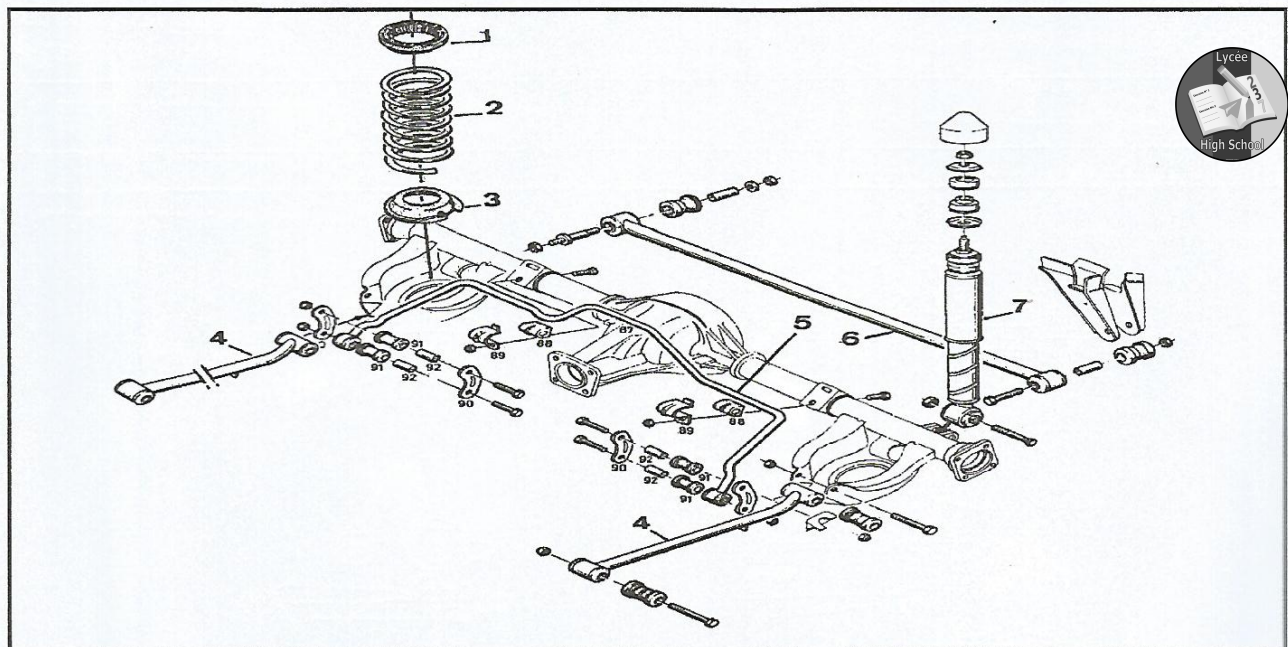

Figure 4 : Les principaux organes d'une suspension arrière
III.1.1 La **figure 4** ci-dessous vous présente les principaux organes de la suspension arrière du véhicule de votre client. Enumérer deux (02) causes possibles de cet incident. (0.5pt x 2 = 1pt)
III.1.3 Après la dépose de la suspension du véhicule de **M. NGONO Boaz**, vous constatez que certains éléments repères 1-3 ; 2 ; 5 ; 6 et 7 de la **figure 4** ci-dessus sont défectueux. Pour chacun des éléments repérés dans le **tableau 4** ci-dessous rechercher les défauts possibles.